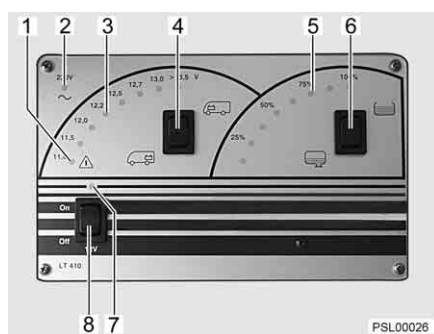

Fig. 52 Pannello di controllo LT 410
I diodi luminosi dell'indicatore V (Fig. 52,3) indicano la tensione della batteria.
- Premere in alto l'interruttore a bilico (Fig. 52,4) "🚐": Viene indicata la tensione della batteria di avviamento.
- Premere in basso l'interruttore a bilico (Fig. 52,4) "🏠": Viene indicata la tensione della batteria dell'abitacolo.
Rispettivamente due diodi luminosi dell'indicatore del serbatoio (Fig. 52,5) mostrano il livello di riempimento.
- Premere in alto l'interruttore a bilico (Fig. 52,6) : Viene indicato il livello del serbatoio dell'acqua.
- Premere in basso l'interruttore a bilico (Fig. 52,6) : Viene indicato il livello del serbatoio delle acque grigie.
La spia luminosa rossa ALARM (Fig. 52,1) inizia a lampeggiare non appena la tensione della batteria dell'abitacolo scende al di sotto di 11 V (misurazione durante il normale esercizio) con conseguente rischio che la batteria si scarichi troppo.
L'interruttore principale a 12 V (Fig. 52,8) inserisce o disinserisce il pannello di controllo e l'alimentazione a 12 V dell'abitacolo.
- Premere in alto l'interruttore a bilico (Fig. 52,8) "On": L'alimentazione a 12 V dell'abitacolo è inserita. La spia di controllo (Fig. 52,7) diventa verde.
- Premere in basso l'interruttore a bilico (Fig. 52,8) "Off": L'alimentazione a 12 V dell'abitacolo è disinserita. La spia di controllo (Fig. 52,7) si spegne.
La spia di controllo a 12 V (Fig. 52,7) si accende non appena l'interruttore principale a 12 V (Fig. 52,8) viene inserito.
La spia gialla di controllo a 230 V (Fig. 52,2) si accende quando all'ingresso della centralina elettrica è presente una tensione di rete.